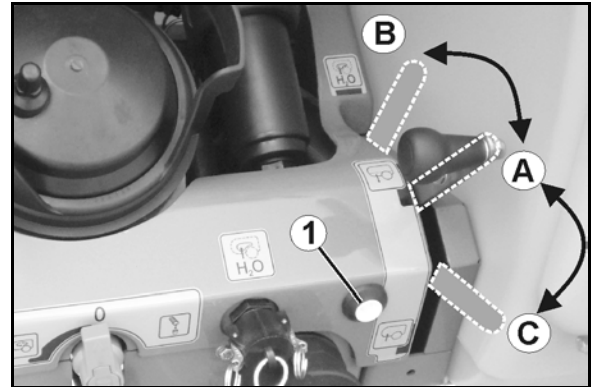

Bild 86
- Fjärrstyrd omställning från sprutposition (Bild 86/A) till spolposition (Bild 86/B).
Omställning från position påfyllning (Bild 86/C) till position sprutning (Bild 86/A) via manöverterminalen eller manöverpanelen (Bild 86/1).